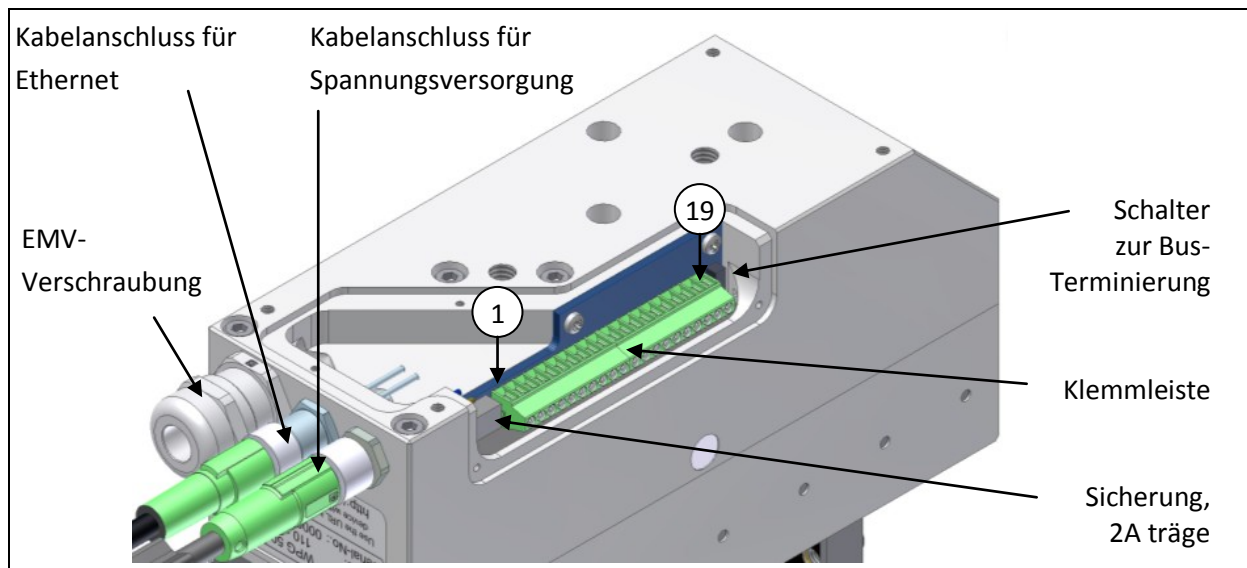

Abb. 8 Schnittstellen des Greifers WSG 50 (integrierte Klemmleiste und Anschlüsse)
1. Verschlusschraube am Greifer WSG 50 für EMV-Verschraubung entfernen. (siehe Abb. 8 ganz links)
Die Stromversorgung erfolgt über einen vierpoligen M8-Steckverbinder (Stecker) am Gehäuse des WSG (siehe Abb. 8 Seite 21), über den auch die serielle Schnittstelle nach RS232 herausgeführt ist. Diese kann zur Kommandierung des Greifers genutzt werden und stellt gleichzeitig eine Diagnose- und Kommandierungsschnittstelle im Fehlerfall dar. Die serielle Schnittstelle ist nicht galvanisch isoliert und nutzt den GND-Anschluss des Greifers als Bezugspotential.